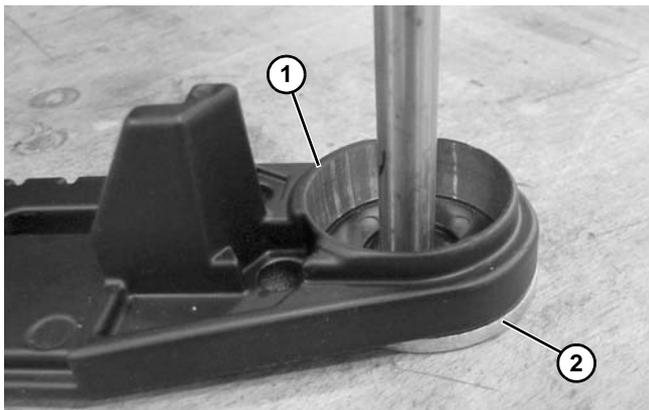

Abbildung 68
2. Endplatte (**Abbildung 68, Teil 1**) mit flacher Seite nach unten über Unterlegscheibe (**Abbildung 68, Teil 2**) oder Aussparung in Arbeitstisch (mit Mindestdurchmesser von 16 mm) stellen.